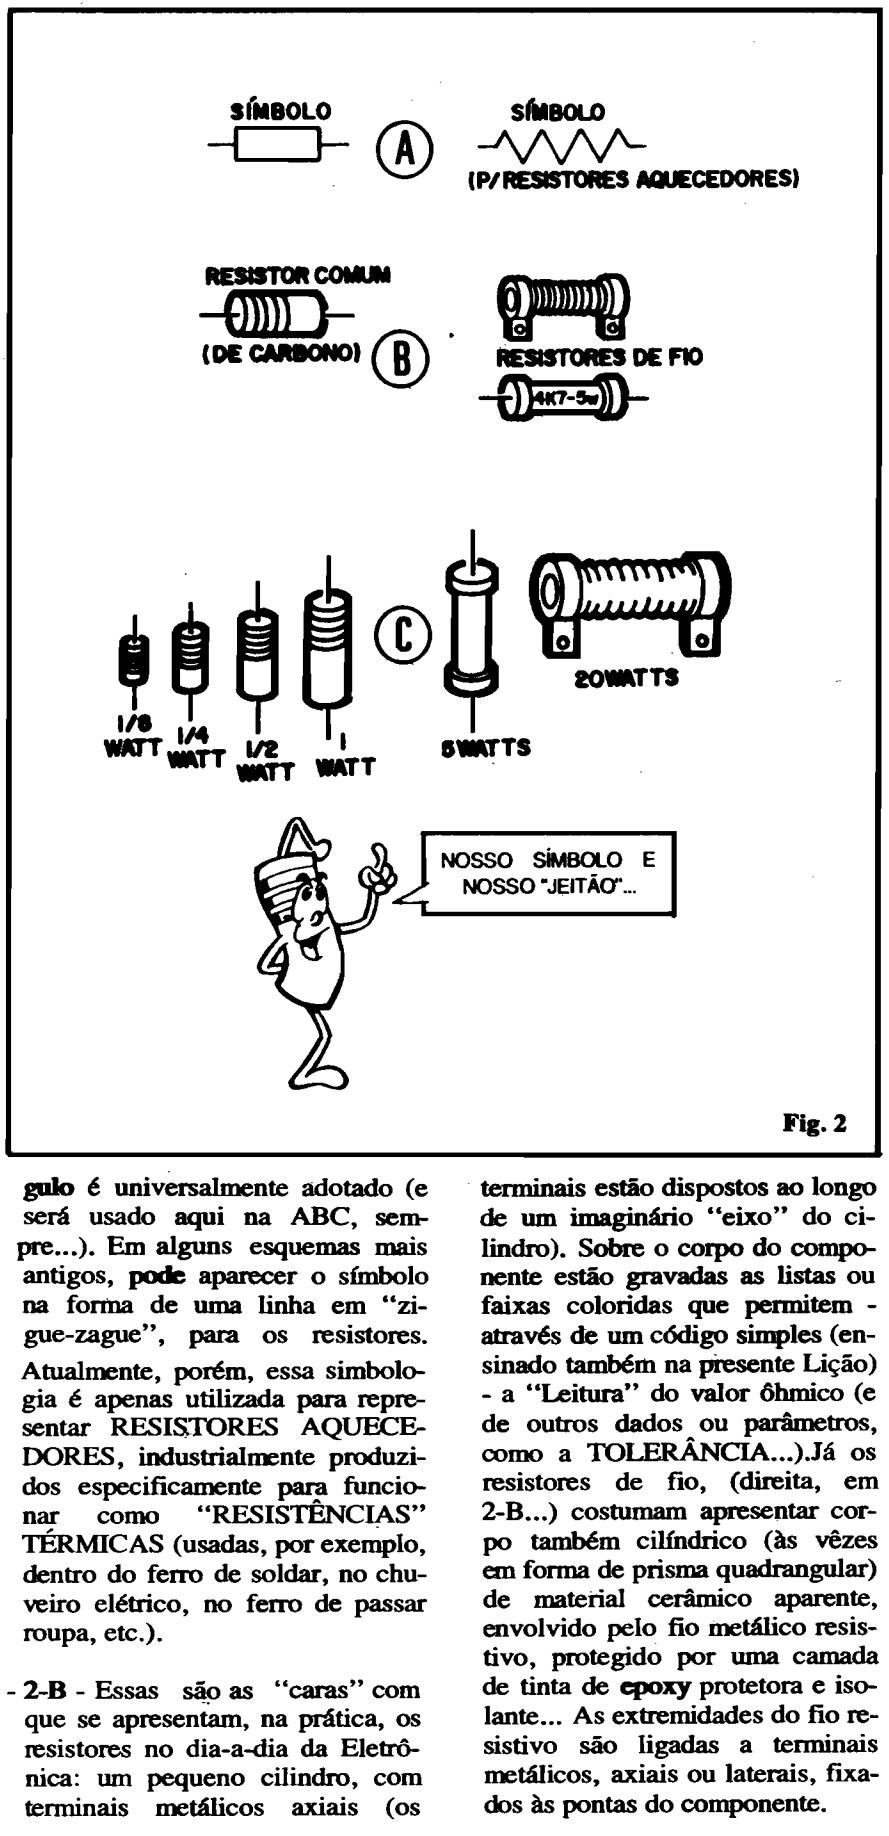

Fig. 2
- FIG. 2 - Uma série de informações visuais **IMPORTANTES** sobre os **RESISTORES**, que devem ser bem assimiladas desde já:
- **2-C** - A dissipação da potência consumida pelo componente (na forma de calor...) é, na prática, diretamente proporcional ao tamanho do RESISTOR. Assim, quanto maior a “wattagem”, maior também o tamanho físico do RESISTOR (o mesmo ocorre, de maneira geral, com os demais componentes eletrônicos...). Observem, na fig. 2-C, a ordem crescente de tamanho, em função da dissipação. Inevitavelmente, resistores para “wattagens” elevadas (5, 10, 20 watts ou mais) são bem “taludos”... A maioria dos circuitos, contudo, trabalha sob baixas dissipações, usando, na prática, resistores para 1/8W até 1 ou 2W...